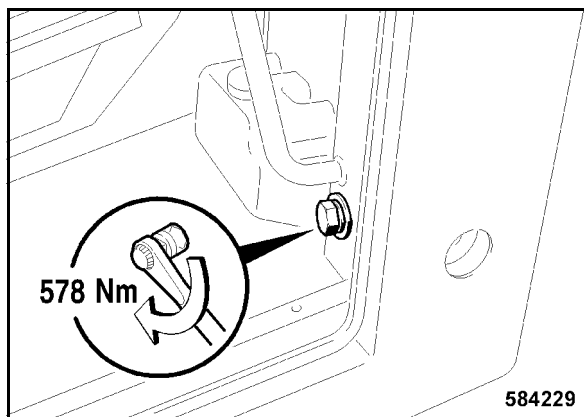

Fig. 176
- Apretar el tornillo de fijación inferior por el lado de subida (Fig. 176) con 578 Nm.